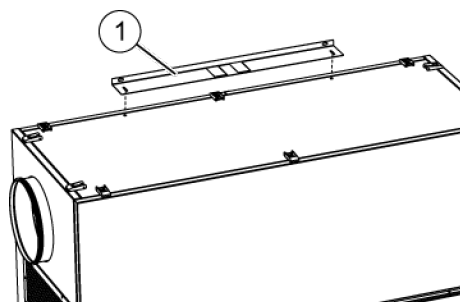

Abb. 54: Wandbefestigung
- 46. Wandbefestigung (Abb. 54/1) mit 2 Schrauben am Gerät ansetzen.